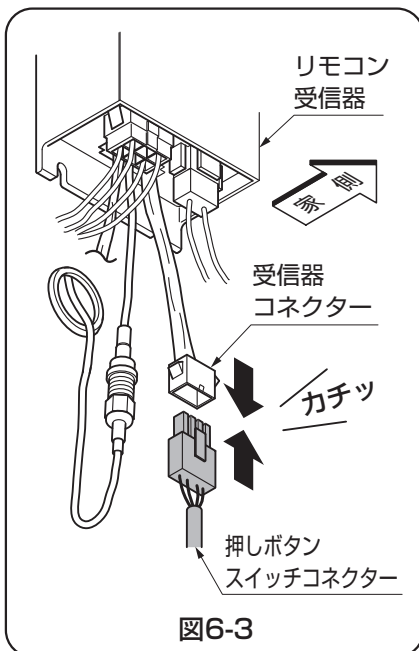

図6-3
- ①電装ケースカバーの押しボタンスイッチのコネクターと受信器のコネクターを接続してください。(図6-3参照)
- 押しボタンスイッチのコネクターはカチッと音がするまで差込んでください。(図6-3参照)